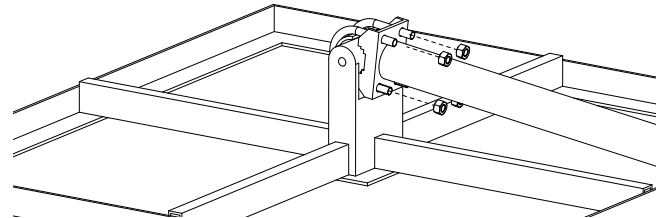

Abb. 4: Muttern verschrauben
5. Mast und Befestigungsbügel mit 4 Muttern M10 handfest verschrauben (Abb. 4).